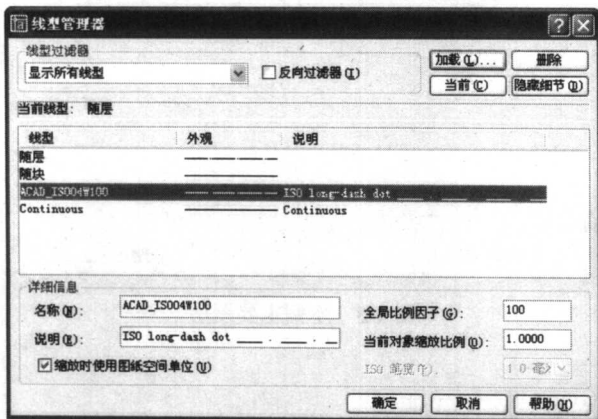

图 1-11 ACAD_ISO04W100 的相关参数设置
(2) 因为本实例仅需要修改线型的“全局比例因子”参数,所以在对话框中选择 ACAD_ISO04W100 选项,然后单击“显示细节”按钮,在“线型管理器”对话框下方显示出有关 ACAD_ISO04W100 的详细信息,将“全局比例因子”的值修改为 100,如图 1-11 所示。